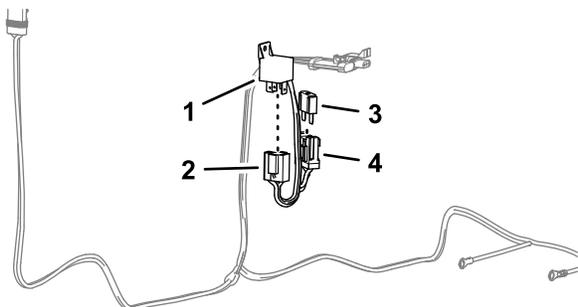

Figura 3
1. Monte o relé no conector de quatro contactos da cablagem de alimentação (Figura 3).
2. Insira o fusível (60 A) na tomada do suporte de fusíveis da cablagem de alimentação (Figura 3).